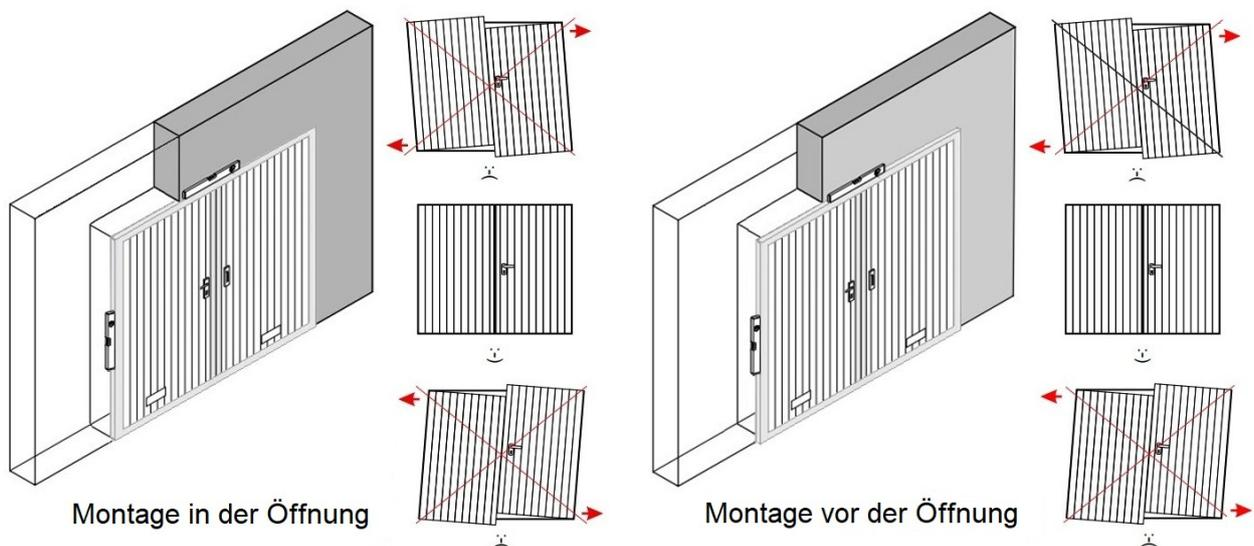

Abb. 6 Torpositionierung in/vor der Montageöffnung
- Positionieren Sie mit der Wasserwaage waagrecht und senkrecht das Tor in/vor der Öffnung (Abb. 6)